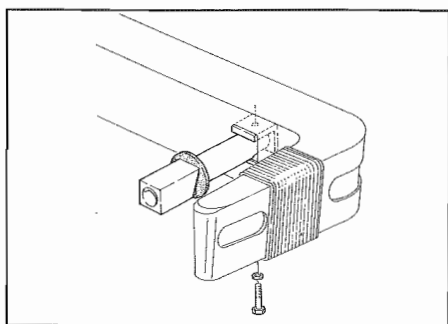

Fig. 13 - Viti fissaggio paraurti
- Allentare ed estrarre le viti di fissaggio (2) (**Fig. 13**) e smontare il paraurti.
AVVERTENZA - Posizione di montaggio guaine gommata staffe (assorbitori) (**Fig. 13**).
- Loosen and remove the fixing screws (2) (**Fig. 13**).
CAUTION - Position of rubber rings of brackets (absorbers) (**Fig. 13**).